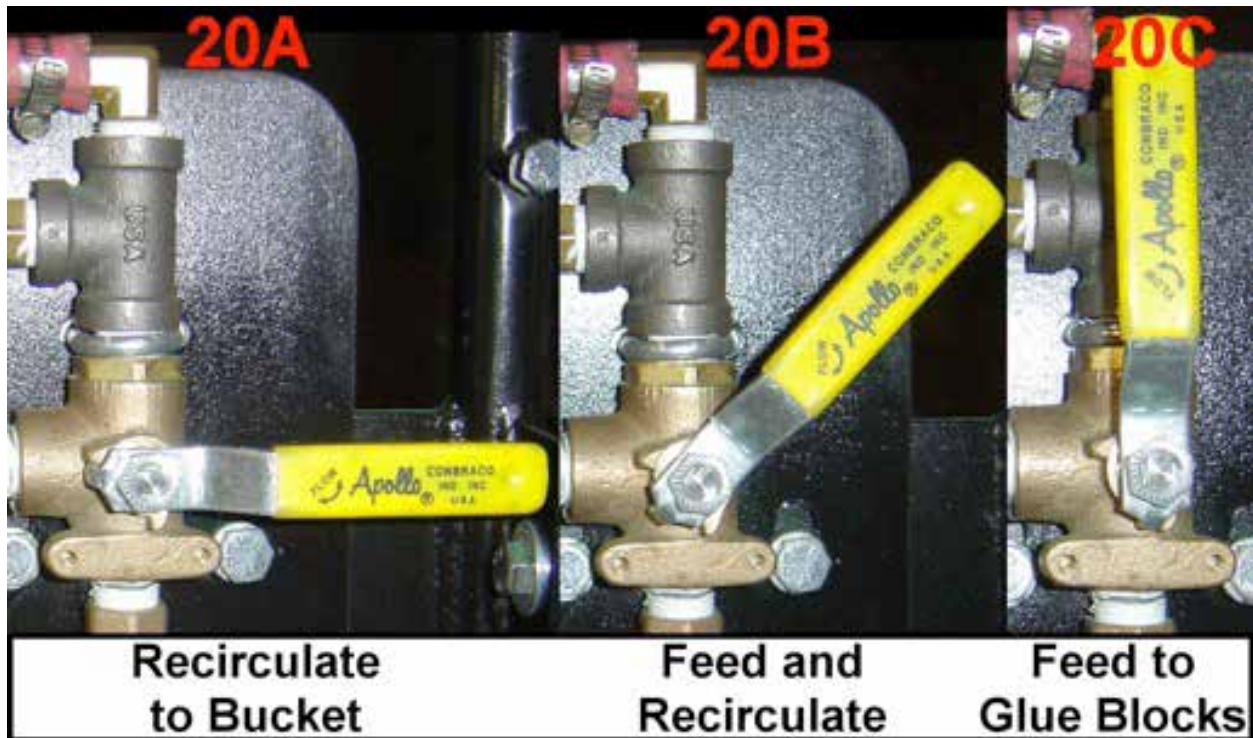

Figura 20 Funcionamiento del sistema de pegamento
5. Gire la válvula de control de pegamento a la posición 20A (figura 20) para hacer recircular el pegamento al cubo. Enganche los álabes de compresión y deje que el pegamento circule a través del sistema durante aproximadamente 3 minutos.